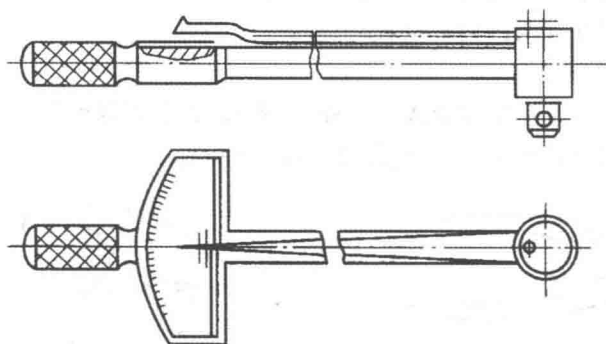

图 1-4 扭力扳手
(4) 扭力扳手(如图 1-4)。扭力扳手是能够控制扭矩大小的扳手,由扭力杆和套筒头组成。凡是对螺母、螺栓有明确规定扭力的(如气缸盖、曲轴与连杆的螺栓、螺母等),都要使用扭力扳手。在扭紧时指针可以表示出扭矩数值,通常使用的规格为 $0 \sim 300 \text{ N} \cdot \text{m}$ 。